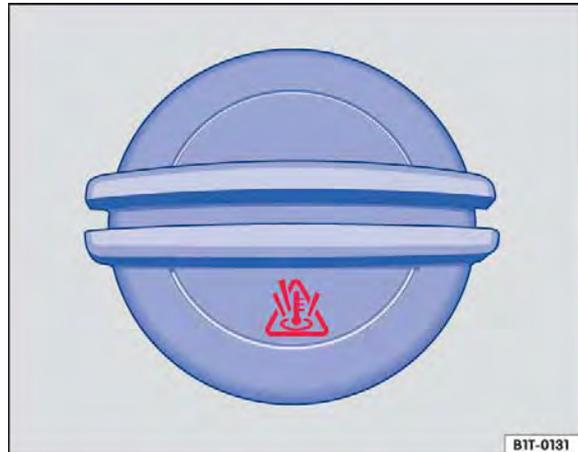

Fig. 202 No compartimento do motor: tampa do reservatório do líquido de arrefecimento do motor.
- O reservatório compensador do líquido de arrefecimento do motor pode ser reconhecido pelo símbolo na tampa \Rightarrow Fig. 202.